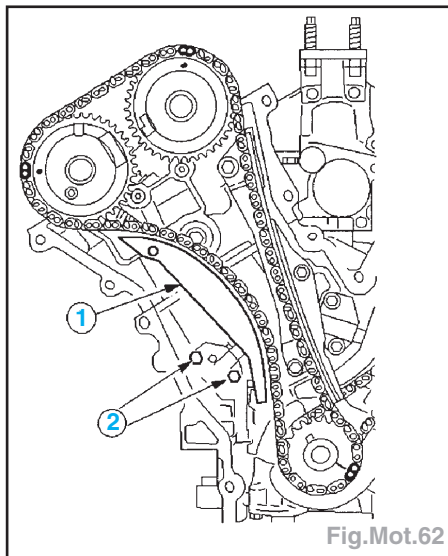

Fig.Mot.62
- Poser le bras de tendeur (1) (matériau beige) (Fig.Mot.62).